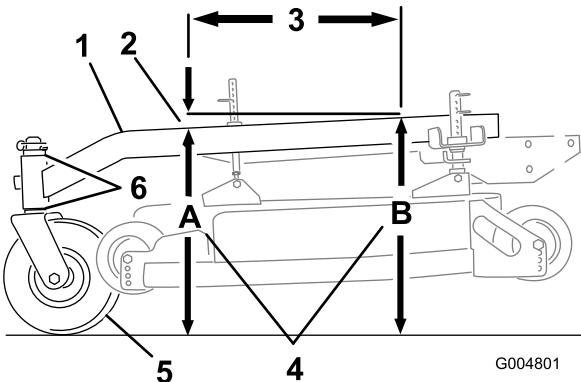

Figure 71
2. Mesurez la hauteur du bâti porteur au point A (Figure 71).
3. Mesurez la hauteur du bâti porteur au point B (Figure 71).
4. La hauteur au point A doit être inférieure de 3 à 10 mm (1/8 à 3/8 po) par rapport au point B (Figure 71).
5. Si ce n'est pas le cas, déplacez les entretoises des roues pivotantes de manière à obtenir l'inclinaison voulue de 3 à 10 mm (1/8 à 3/8 po) (Figure 71). Déplacez les entretoises en haut ou en bas pour corriger l'inclinaison.
L'inclinaison avant/arrière du bâti porteur doit être comprise entre 3 mm (1/4 po) et 9 mm (3/8 po) sur 61 cm (24 po) de sa longueur (Figure 71).
1. Mesurez 61 cm (24 po) sur le bâti porteur (Figure 71).